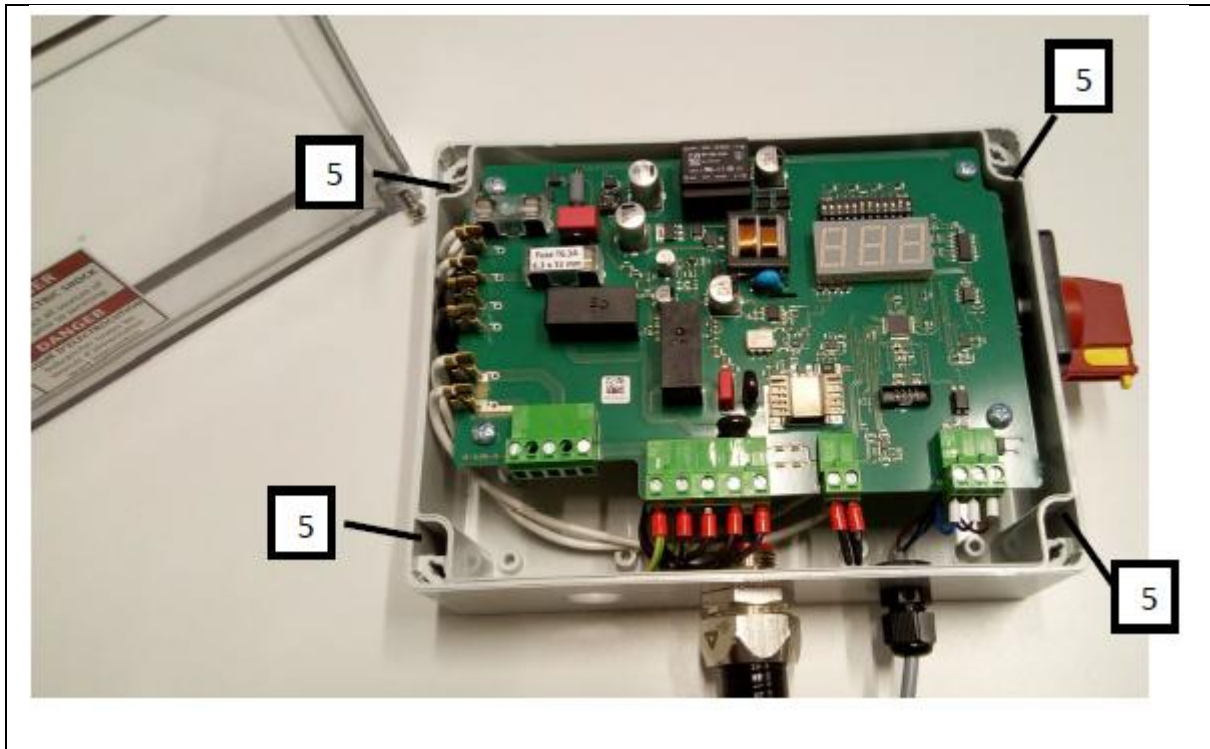

Fig. 6: Raccordement électrique sur la boîte
- Pour l'installation du boîtier utiliser les trous à l'arrière de celui-ci (Fig. 6, position 5) et vérifier l'étanchéité des trous en fin de montage.
- Connecter le boîtier à la source d'alimentation (Fig. 6, position 1). Diamètre du trou Ø22.2 (G1/2").
- Connecter la prise de terre en premier à l'aide des fils verts et jaunes. (Fig. 6, item 2).
- Après connexion de la prise de terre, connecté les deux phase (Fig. 6, item 3 et 4)